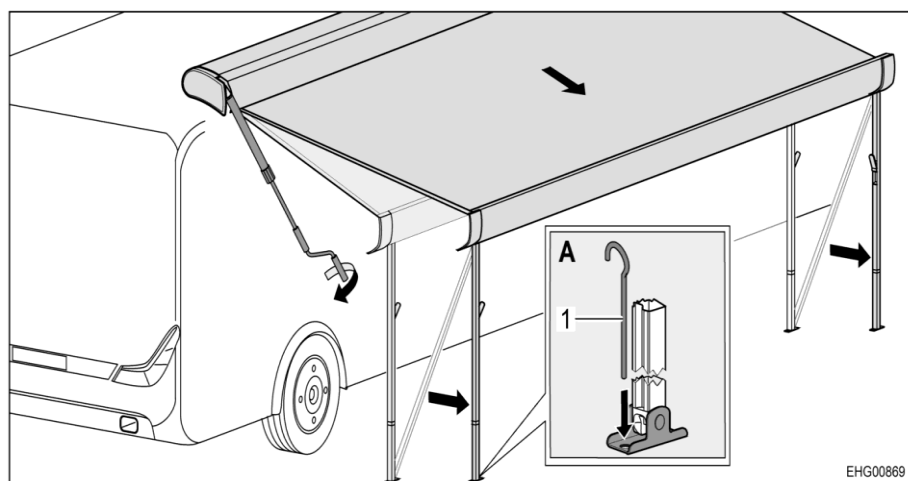

Fig. 47 Placer le store extérieur en position finale
- Fixer les pieds d'appui dans le sol avec des piquets (Fig. 47,1) (Fig. 47,A).